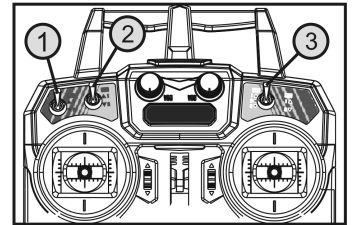

Bild 13
Bevor Sie Ihr Modell zum ersten Mal abheben lassen, überprüfen Sie die Schalterstellungen der drei Kippschalter „IOC“ (1), „GO-HOME“ (2) und „GPS“ (3). Die Schalter müssen sich entsprechend der Zeichnung in Bild 13 in der vorderen bzw. oberen Position befinden.